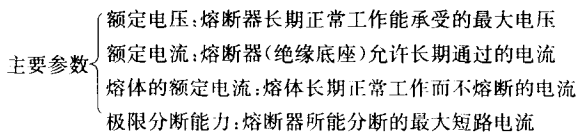

图 1-9 低压熔断器的主要参数
(2) 低压熔断器的主要参数。低压熔断器的主要参数如图1-9所示。